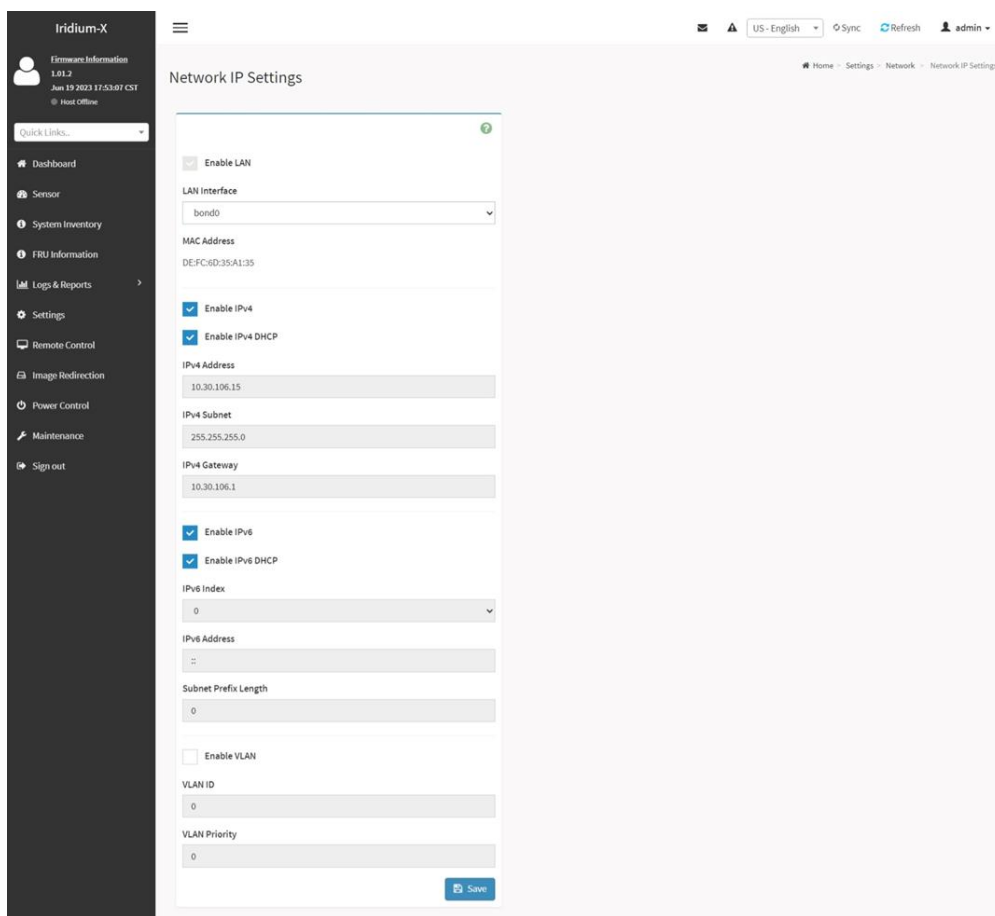

Рисунок 46 – Страница настройки IP адресов ВМС
3) После перехода во вкладку «**Network IP Settings**», открывается страница настройки IP адресов ВМС. По умолчанию активированы настройки DHCP (стоит галочка Enable IPv4 DHCP), можно снять галочку и внести свои настройки\* (см. Рисунок 46).